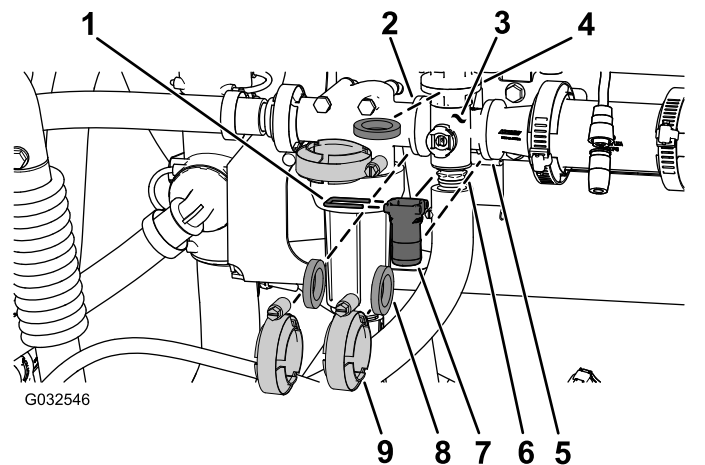

Bild 100
1. Entfernen Sie die Klemmen, Dichtungen, die Schnellkupplung und den Schnellkupplungsstift, mit denen der Verteiler für das Rührwerkventil am Rührwerksicherheitsventil, Druckfilterkopf, an der Reduzierkupplung und am Adapteranschlussstück (Rührwerkdruckventil) befestigt ist, wie in **Bild 100** abgebildet.